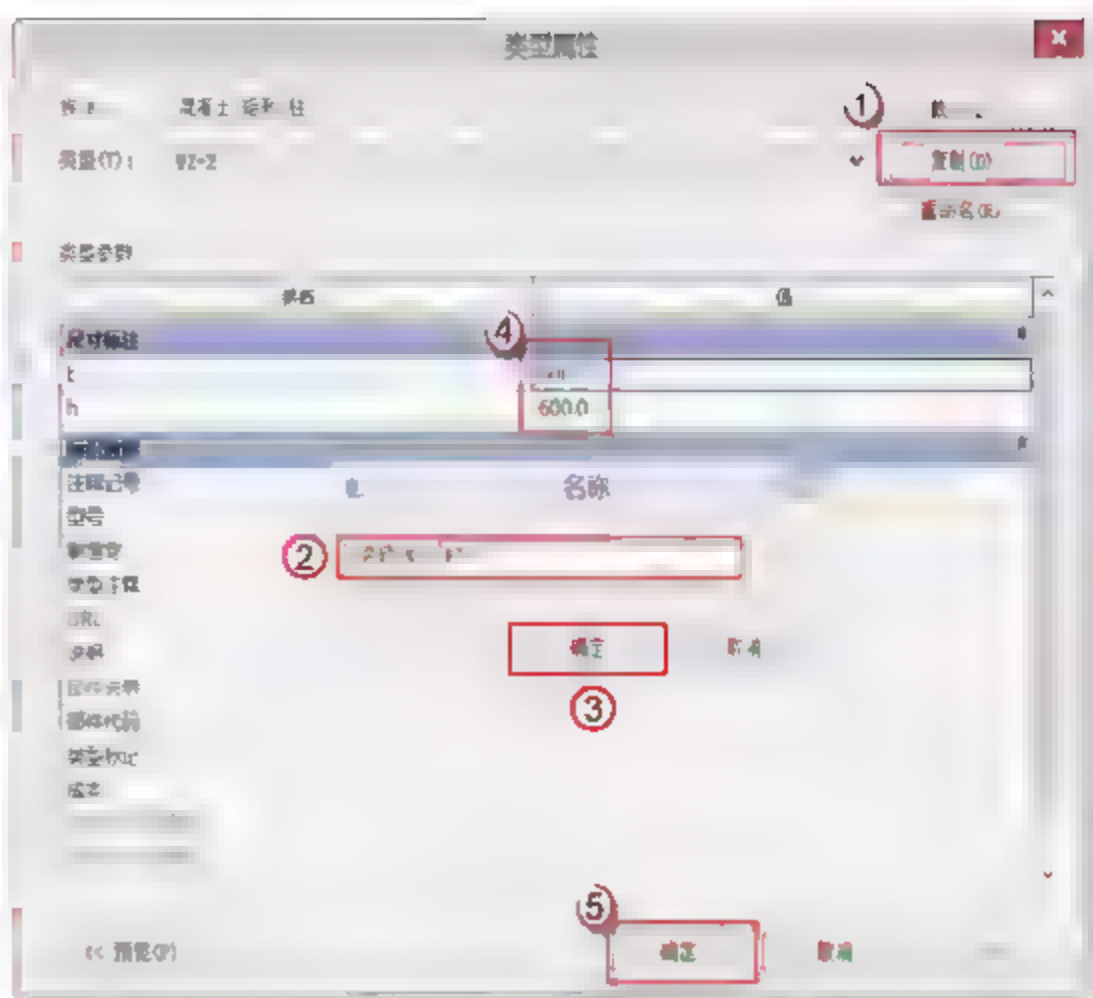

图 5.2.26 新建屋面柱 WZ-2
(5) 新建屋面柱 WZ-2。由 DWG 图可得，WZ-2 的长宽为 600×600。选择“结构”→“柱”→“编辑类型”命令，在弹出的“类型属性”对话框中，单击“复制”按钮，在弹出的对话框中输入“WZ-2”，单击“确定”按钮。在“尺寸标注”栏中输入 WZ-2 的长宽（b、h），单击“确定”按钮，如图 5.2.26 所示。